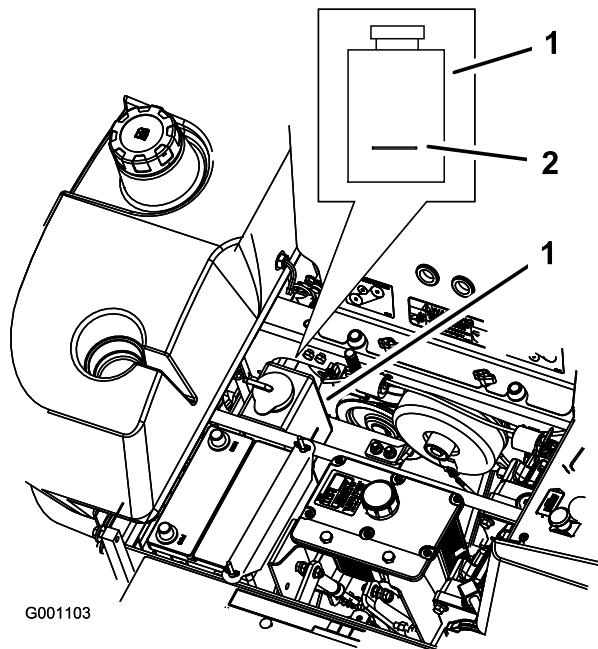

Figura 64
3. Com o motor frio, verifique o nível do vaso de expansão. O fluido tem de estar até à indicação no exterior do vaso de expansão (Figura 64).
4. Se o nível do líquido de arrefecimento for baixo, adicione uma mistura 50/50 de anticongelante de maior duração e água no vaso de expansão (Figura 64).
5. Adicione a mistura de líquido de arrefecimento 50/50 no vaso de expansão e encha até à linha indicadora no depósito (Figura 64).